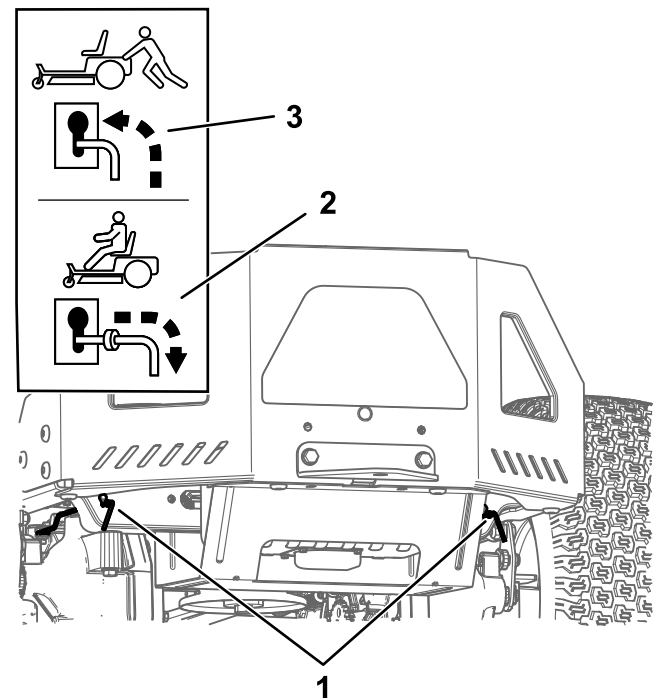

Figura 28
4. Mueva ambas palancas de desvío hacia delante a través del orificio ranurado y hacia abajo para bloquearlas en esa posición (Figura 28).